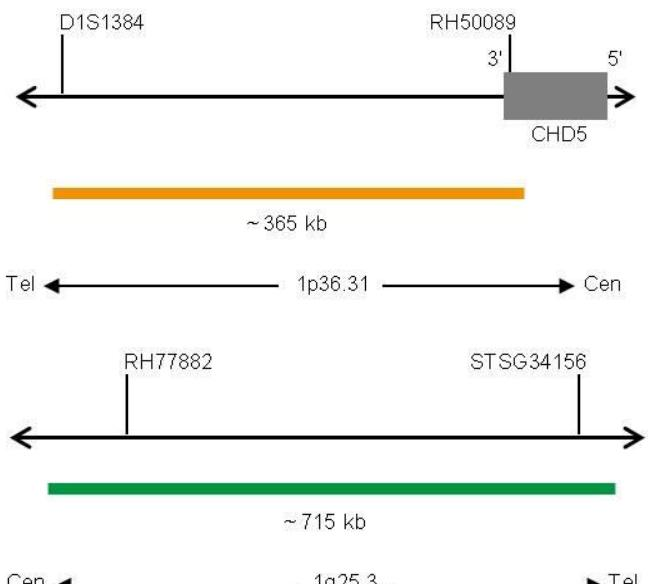

Fig. 1: Cima: SPEC 1p36 Mapa da sonda; Baixo: SPEC 1q25 Mapa da sonda (sem escala)
- Polinucleótidos (~4.5 ng/μl) com marcação ZyOrange (excitação 547 nm/emissão 572 nm), dirigidos ao mapeamento de sequências alvo em 1p36.31\* (chr1:5,808,946-6,176,336) (ver Fig. 1).
- Polinucleótidos (~10.0 ng/μl) com marcação ZyGreen (excitação 503 nm/emissão 528 nm), dirigidos ao mapeamento de sequências alvo em 1q25.3\* (chr1:184,271,714-184,986,522) (ver Fig. 1).